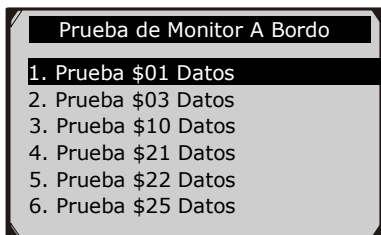

Figura 6.27
- 5) Desde el menú **Prueba de Monitores A Bordo**, use el botón de desplazamiento **ARRIBA/ABAJO** para seleccionar una prueba a ver y presione el botón **OK**. (Figura 6.27)